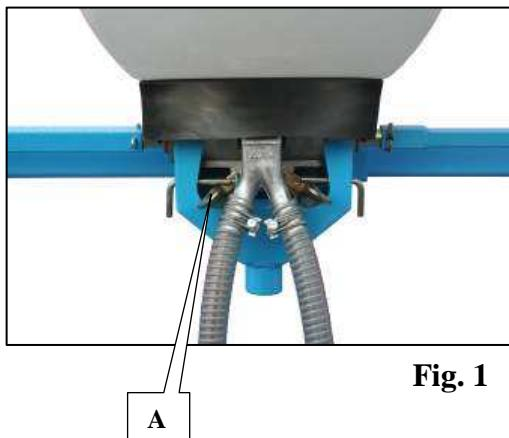
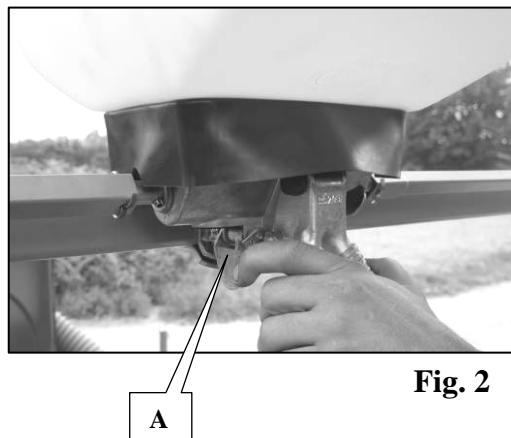

Fig. 1
Fig. 2
- 1 – Open the double drive system casing (C fig. 2)
Die Dosierungseinstellung/Hektar erfolgt mit Hilfe der Antriebszahnräder vom Molluskizidstreuer (ein Zahnradmotor 2 Verzahnungen (A Abb. 1 und 4), und Zahnrädemfänger 5 Verzahnungen (B Abb. 1, 3 und 4)).
- 1 – Das Doppelantriebsgehäuse öffnen (C Abb. 2)
La regolazione della dose/ettaro viene fatta con i pignoni dell'alimentazione elicina combinata (un pignone motore a 2 denti (A fig. 1 e 4), un pignone ricettore a 5 denti (B fig. 1, 3 e 4)).
- 1 - Aprire il doppio carter doppia di trasmissione (C fig. 2)
- Vidanger les trémies à l'aide des trappes (A fig. 1).
Deux trappes par boîtier permettent la vidange de celles-ci (A fig. 2). Une goulotte de vidange existe et permet sans effort de vidanger les trémies Microsem (A fig. 1). Pour bien vidanger le ou les boîtiers, il est nécessaire de réaliser quelques rotations de roue. Utiliser la manivelle fournie pour effectuer le réglage du débit (rotation de l'axe moteur : roues motrices)
- Empty the hoppers via the hatches (A fig. 1). To fully empty them, perform a few wheel revolutions.
- Die Saatgutbehälter mit Hilfe der Klappen entleeren (A Abb. 1). Für das richtige Entleeren ist es im Anschluss notwendig, einige Radrotationen vorzunehmen.
Die Gehäuse können anhand von je zwei Klappen entleert werden (A, Abb. 2). Es gibt eine Entleerungsutsche, mit der die Microsem-Trichter mühelos entleert werden können (A, Abb. 1). Für das ordentliche Entleeren des bzw. der Gehäuse(s), müssen ein paar Radumdrehungen vorgenommen werden. Den Durchfluss mit Hilfe der mitgelieferten Kurbel einstellen. (Die Kurbel dreht die Antriebsachse und somit die Antriebsräder.)
- Spurgare le tramogge con le botole (A fig. 1). Per effettuare bene uno spuro è necessario in seguito realizzare alcune rotazioni della ruota.
Due botole per ogni cassetta ne consentono lo spuro (A fig. 2).
Esiste un bocchettone di scarico che permette, senza sforzo, di spurgare le tramogge Microsem (A fig. 1).